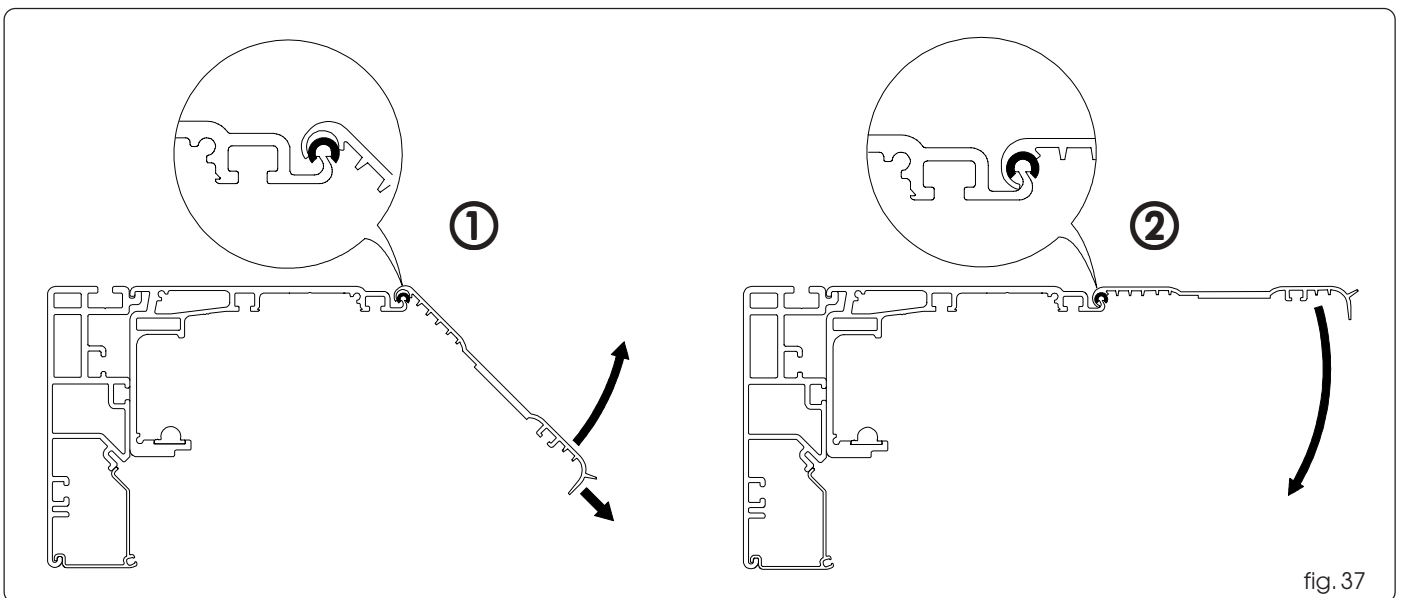

fig. 37
Coloque el cárter de cierre en los distanciadores antivibraciones; ténselo como se indica en la fig. 37 ref. ① y gírelo hacia arriba (fig. 37 ref. ②) hasta que se enganche correctamente. Compruebe que se haya introducido correctamente en toda la longitud del cárter.